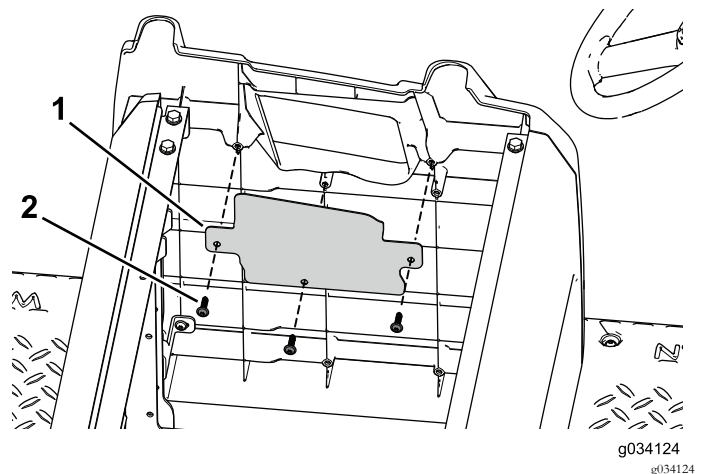

Bild 96
6. Befestigen Sie die Öffnungsabdeckung mit den drei Blechschrauben an der Seitenplatte (Bild 96).